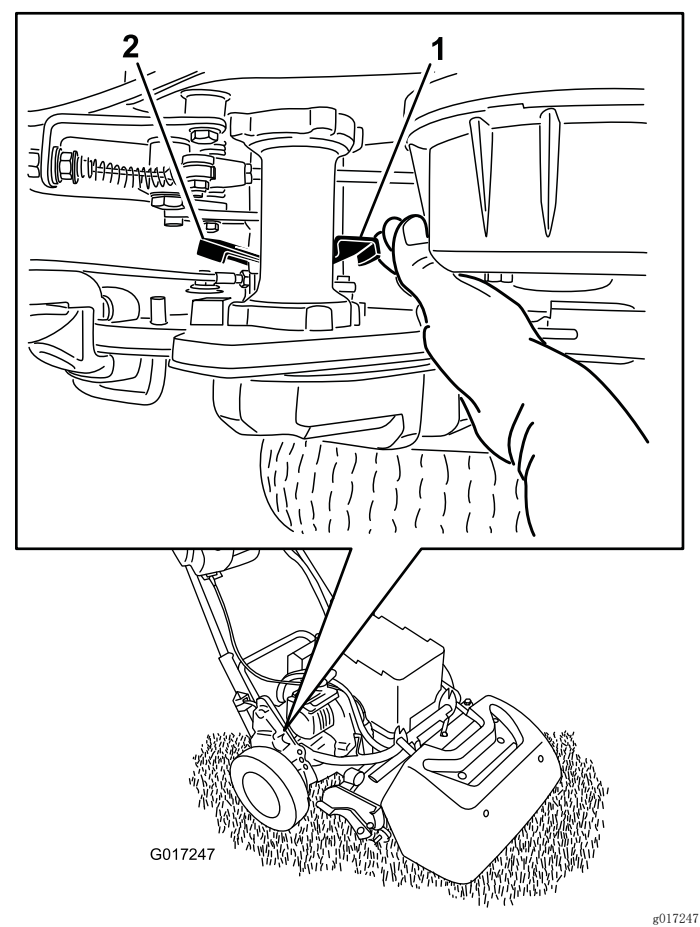

图36
1. 在机器的右后角，找到靠近驱动装置壳体轮鼓的牵引接合/分离控制杆（图36）。